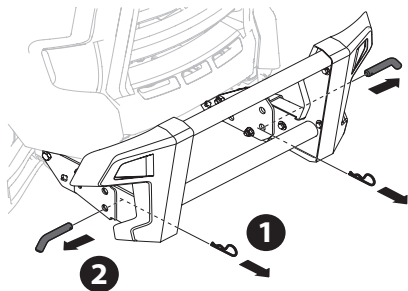

Figure 56
1. Retirez les deux goupilles fendues avant d'enlever les axes de chape. Voir Figure 56.